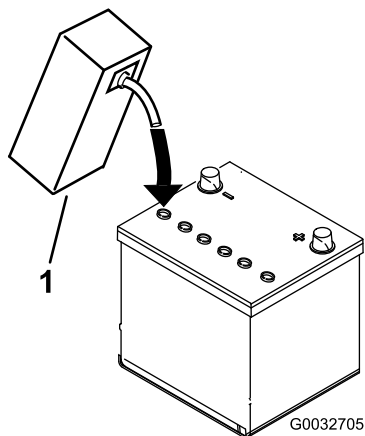

Рисунок 7
- Осторожно заливайте электролит в каждую ячейку до уровня над пластинами примерно 6 мм (Рисунок 7).
- Подождите примерно 20-30 минут, пока электролит не впитается в пластины. При необходимости доливайте электролит до уровня, не достигающего примерно 6 мм до низа заливного отверстия (Рисунок 7).